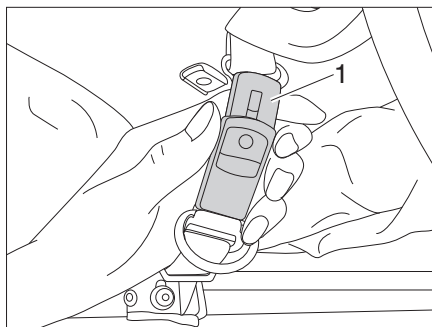

Fig. 36 Apertura della cintura di sicurezza
- Aprire le cinture di sicurezza (Fig. 36,1).
- Chiudere le cinture di sicurezza (Fig. 36,1).